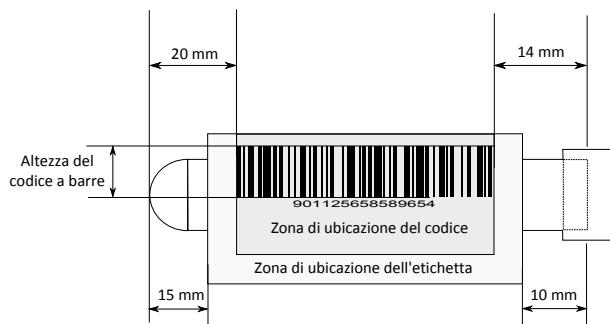

Figura 7 Posizionamento dell'etichetta sulla provetta primaria
- Rispettare i margini di collocazione dell'etichetta del codice a barre, come illustrato nella figura 7.